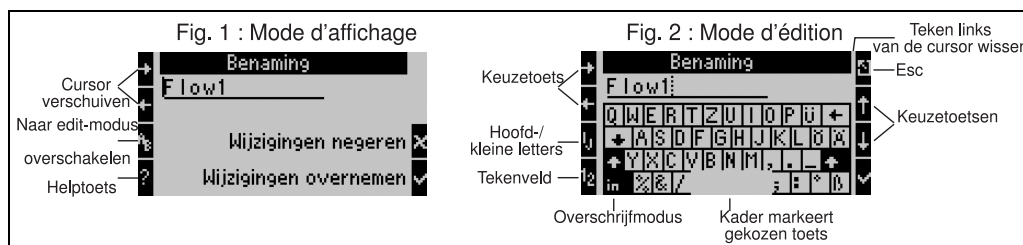

Fig. 17: Voorbeeld: wijzigen van een naam met palmtoetsenbord
- Met de pijltoetsen de cursor rechts voor het teken plaatsen, voordat een teken moet worden ingevoegd. Indien de totale tekst moet worden gewist en opnieuw moet worden geschreven, cursor geheel rechts plaatsen. (→ Fig. 17, fig. 1)
- Met ij/IJ en ½ toets het toetsenbord met grote/kleine letter of cijfers kiezen. (→ Fig. 17, fig. 2)
- Met pijltoetsen gewenste toets selecteren en met vink bevestigen. Indien u tekst wilt wissen, toets geheel rechtsboven kiezen. (→ Fig. 17, fig. 2)
- Esc-toets indrukken, om van de edit-modus naar de aanwijsmodus over te schakelen en de veranderingen met de vink-toets overnemen. (→ Fig. 17, fig. 1)
- In de edit-modus (→ Fig. 17, fig. 2) kan de cursor niet worden bewogen! Ga met de Esc-toets naar het voorgaande venster (→ Fig. 17, fig. 1) om de cursor op het teken te plaatsen, die moet worden gewijzigd. Dan weer de AB-toets indrukken.